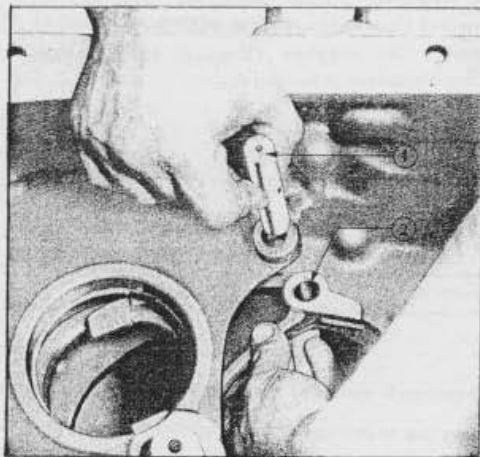

Fig. 29 = Reprise de la Fourchette de Sélecteur 4ème/6ème
3. Réassembler l'axe de fourchette de sélecteur 4ème/6ème, en soulevant la fourchette (voir Fig. 29). La fente prévue dans le bossage de la fourchette doit être tournée vers le centre de la boîte afin de pouvoir la relier à la fourchette de sélecteur de marche arrière.